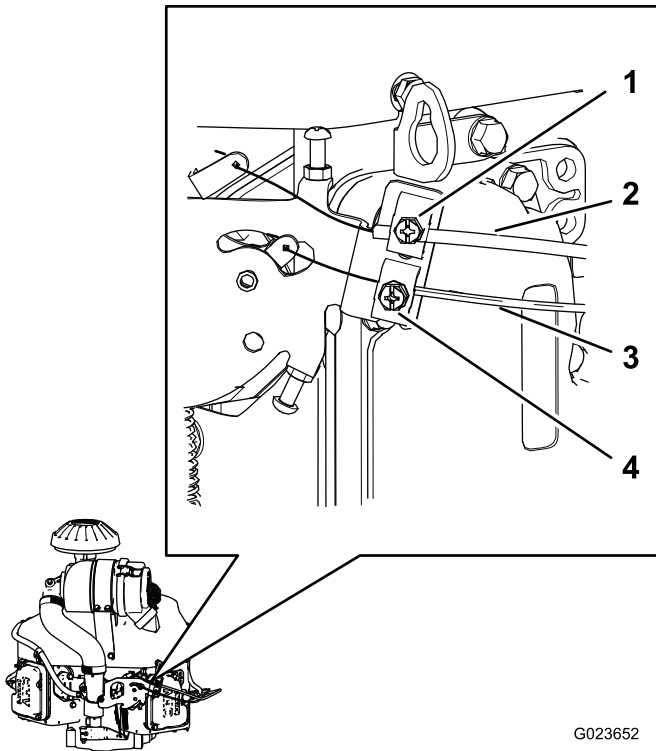

Bild 65
- Lockern Sie die Klemmschraube, mit der das Gaszuggehäuse am Motor befestigt ist (Bild 65).
- Ziehen Sie am Kabelgehäuse des Bowdenzugs (Bild 65), bis der Bowdenzug fast kein Spiel hat, und ziehen Sie die Klemmschraube an.
- Lockern Sie die Klemmschraube, mit der das Chokekabel-Gehäuse am Motor befestigt ist (Bild 65).
- Ziehen Sie am Kabelgehäuse des Chokekabels (Bild 65), bis das Chokekabel fast kein Spiel hat, und ziehen Sie die Klemmschraube an.